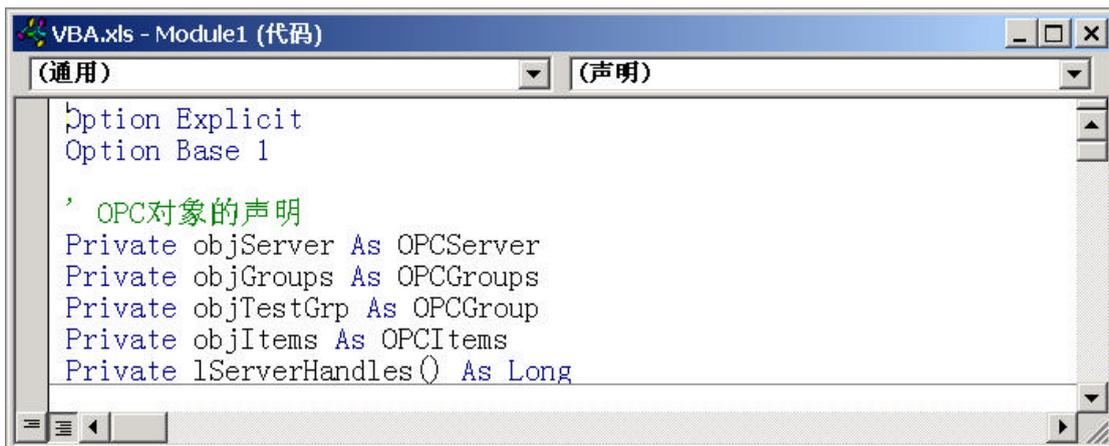

图 4-4 OPC对象的声明
- 5) 如图4-4所示, 请先在代码视窗里记述变量的声明文。所声明的OPC对象的变量名和说明列于表4-1。